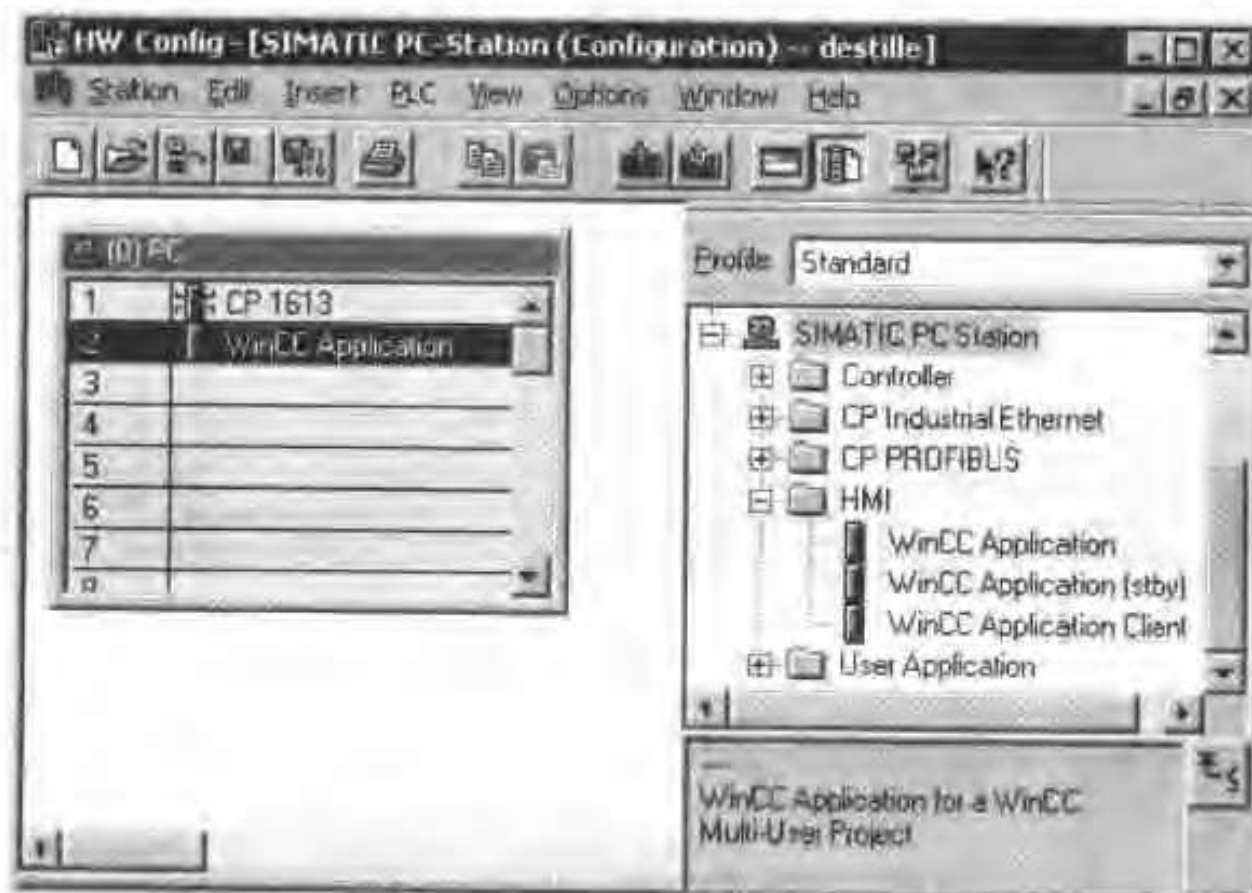

图 13-4 PC Station 硬件组态之二
- 选择期望的 WinCC 应用程序的类型，并将其拖动到 PC 的空闲插槽中，如图 13-4 所示。